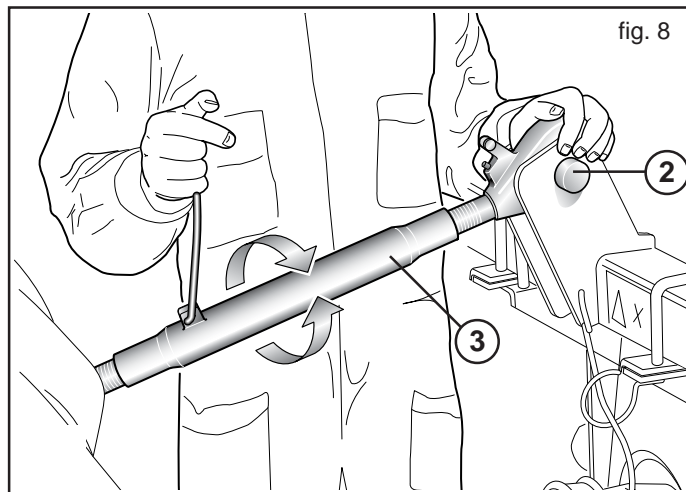
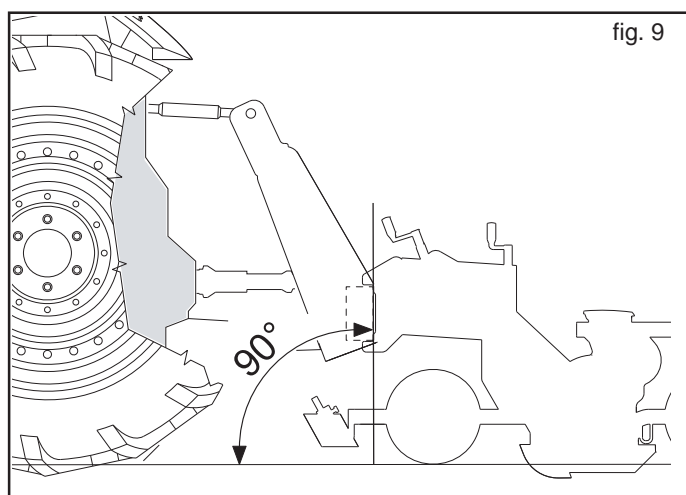

fig. 8
fig. 9
- 2) Conectar el tercer punto superior (2, Fig. 8); la clavija tiene que bloquearse con el respectivo pasador; a través del tensor de regulación (3, Fig. 8) tratar que la sembradora se encuentre en posición perpendicular al terreno (Fig. 9).